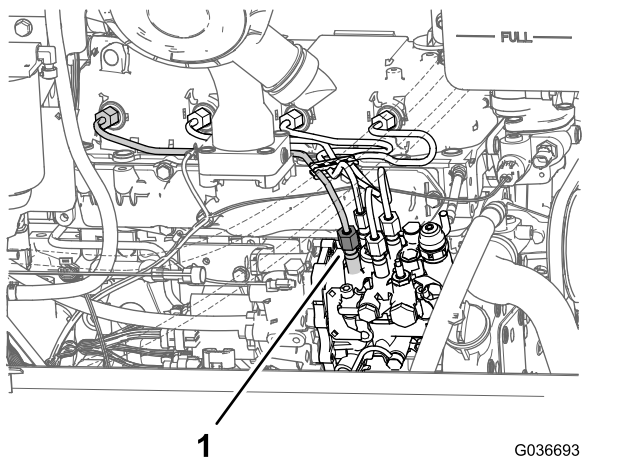

図 45
- 燃料噴射ポンプのNo.1シリンダ用インジェクタ 図 45 のチューブのナットをゆるめる。